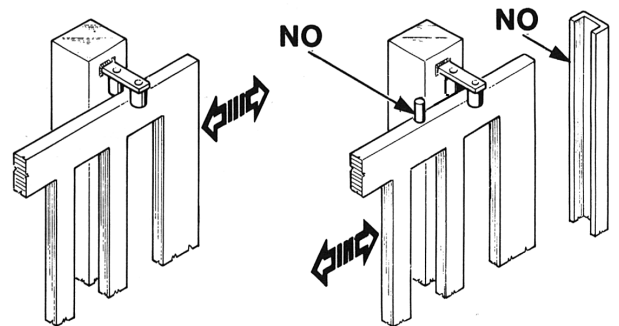

FIG. 3
Les poteaux du portail doivent avoir des glissières anti-déraillement sur la partie supérieure (Fig. 3), afin d'éviter tout décrochage accidentel.
N.B.: Éliminer les arrêts mécaniques du type indiqué, décrit dans la figure 3.